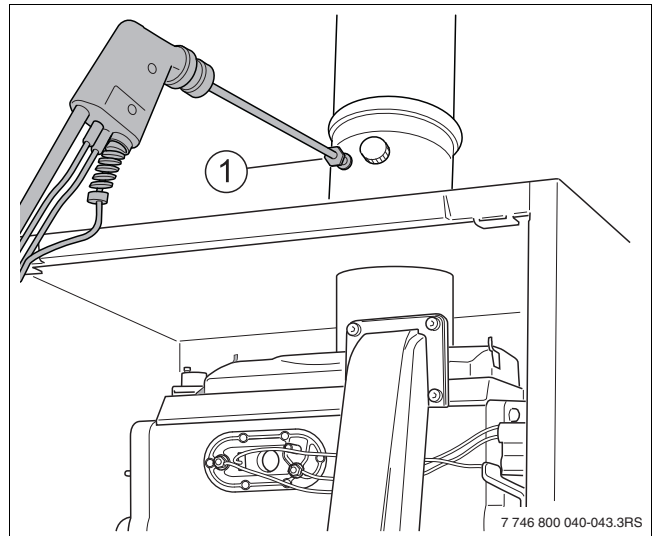

Bild 52 Abgassonde
- CO-Gehalt am Abgasmesssstutzen messen (→ Bild 52, [1]).